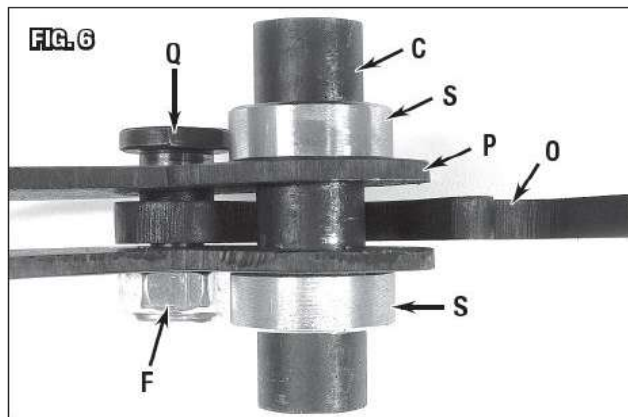

Рис. 6
1. Вставить распорную втулку Ø1"x4" [Ø26x102 мм] в отверстия в узел трещотка/рычаг и надвинуть до буртиков вала (S) по обе стороны (Рис. 6). Затянуть фиксирующие винты буртиков вала (S) шестигранным ключом 4 мм.